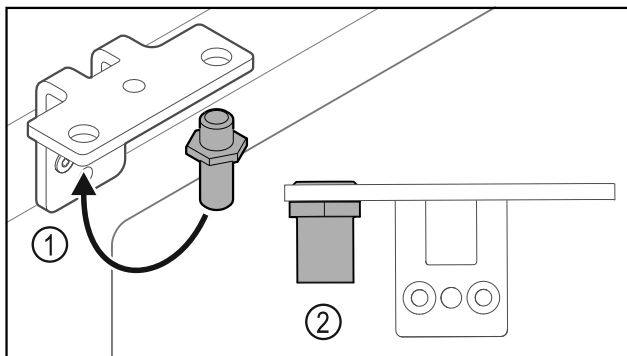

Fig. 32
- ▶ Perkelkite kaištį Fig. 32 (1) šarnyriniame kampuočiuje.
- ▶ Priveržkite kaištį Fig. 32 (2) **12 Nm** sukimo momentu.